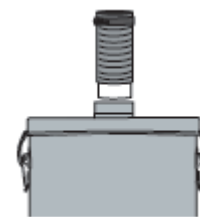

Рисунок 17
2. Снимите гибкий шланг с переходного патрубка на крышке (*рисунок 17*).
3. Снимите мешок (*рисунок 17*).